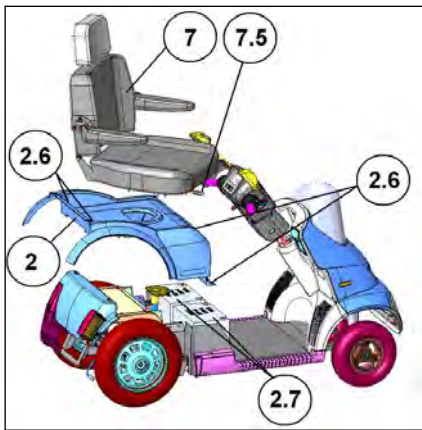
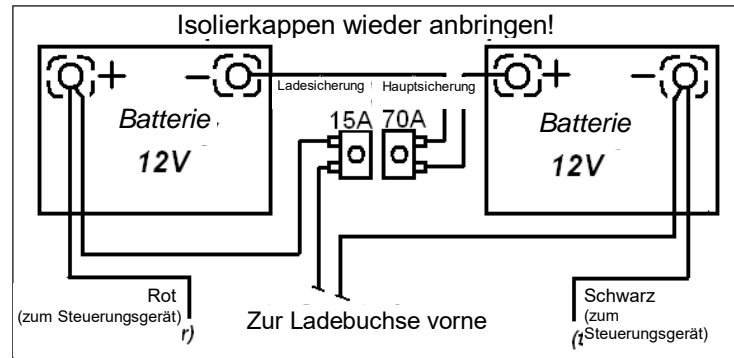

Abbildung 11
Abbildung 12
2. Die Zahlen in Klammern beziehen sich auf die in Abbildung 11 dargestellten Teile.
Batterieaustausch	<p>Hinweis! Batterien dürfen nur von geschultem Fachpersonal ausgetauscht werden.</p> <p>Warnung! Batterien enthalten viel Energie und können Funken schlagen, was zu einer möglichen Brandgefahr führt.</p> <p>Warnung! Der Umgang mit Batterien kann bei unsachgemäßer Handhabung zu Schäden und Verletzungen führen.</p> <p>Beachten Sie bei diesem Verfahren die Abbildung 12.</p> <ol style="list-style-type: none"> 1. Entfernen Sie die Klemmenisolierkappe von einer Batterieklemme. 2. Schrauben Sie die Leitung mit einem 10/13-mm-Schlüssel von der Klemme ab. Achten Sie darauf, dass der Schlüssel keine anderen Klemmen oder Metallteile berührt, da dies zu Schäden oder Verletzungen führen kann. 3. Wiederholen Sie die Schritte 1 und 2 für alle anderen Klemmen 4. Entfernen Sie die alten Batterien und setzen Sie die neuen Batterien ein. 5. Schließen Sie die Leitungen der neuen Batterien wie in Abbildung 11 gezeigt an (siehe auch das Schild in der Nähe der Batterien). 6. Schrauben Sie die Klemmen fest und setzen Sie die Isolierkappen wieder auf.